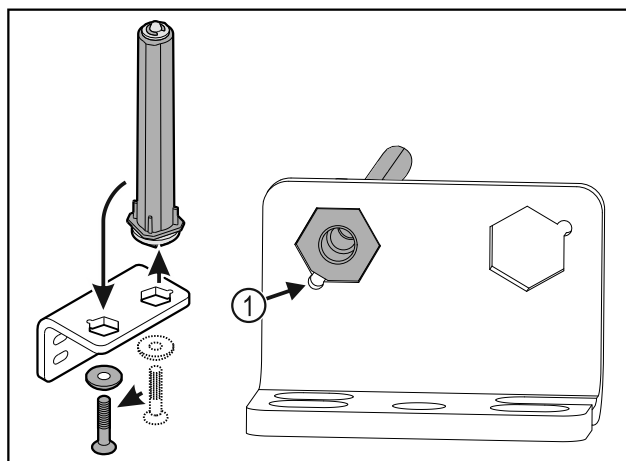

Fig. 39
- Varmista, että pultin viiste Fig. 39 (1) osoittaa pyöreää aukkoa kohti, kun se asetetaan paikalleen.